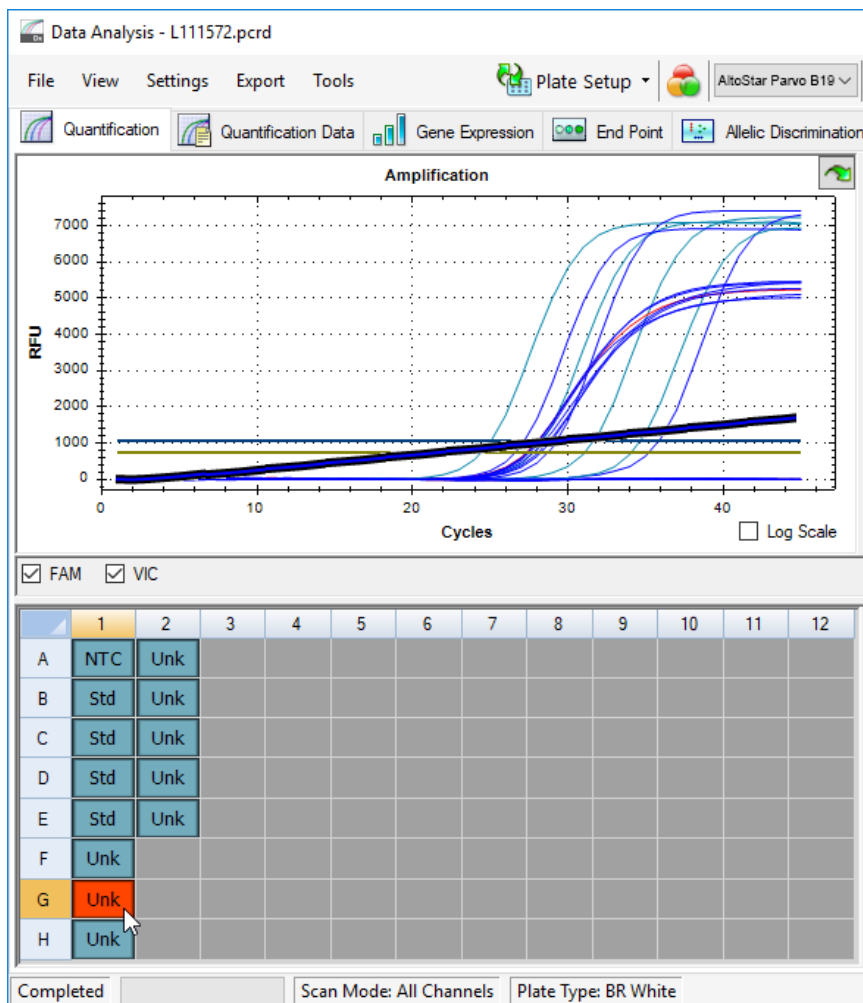

Abb. 6: Fenster Data Analysis (Datenanalyse): irreguläres PCR-Signal
- Identifizieren Sie Wells mit irregulären PCR-Signalen (lineare Signalzunahme, Signalspitzen usw.) in den Detektionskanälen FAM™ (Parvovirus B19-Ziel) und VIC™ (IC) (siehe Abbildung 6).